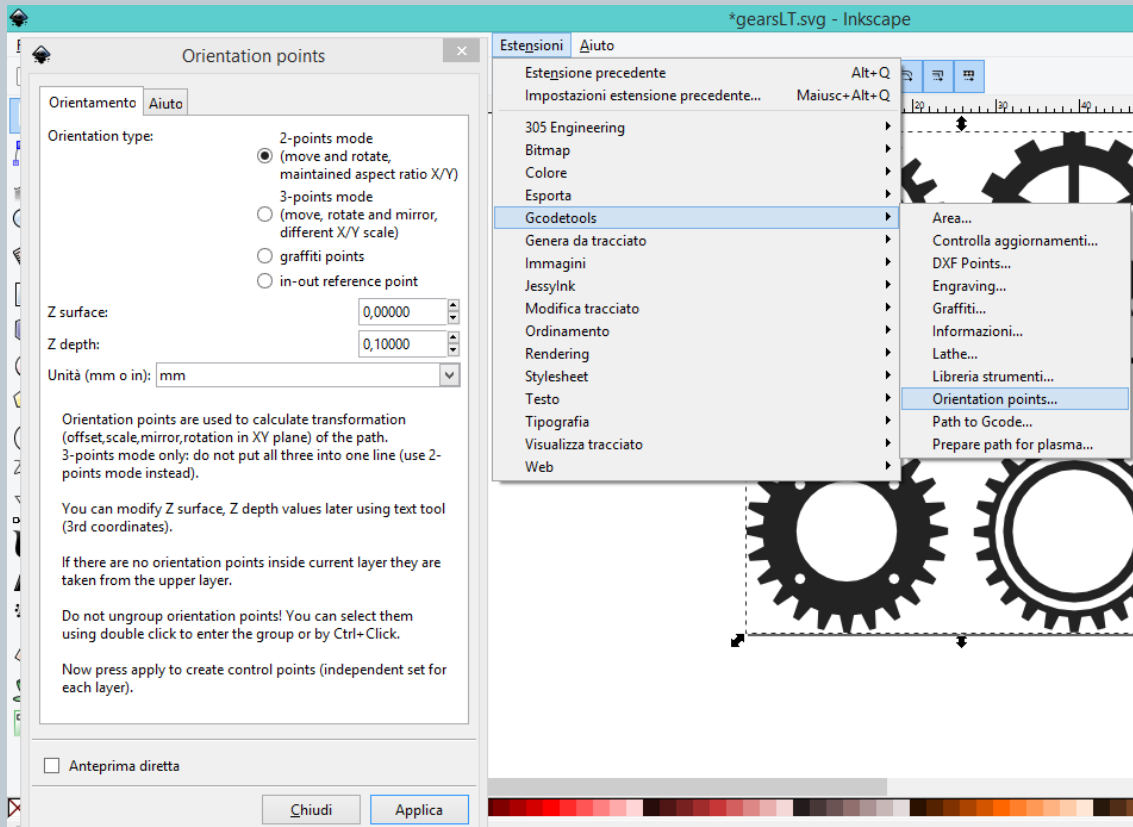

Fig. 50
- Nella finestra che si apre mantenere orientamento "2-points mode" e modificare il valore della voce "Z depth" con **-0.1**. Confermare l'operazione cliccando "Applica" e concludere con "Chiudi". (Fig.50)